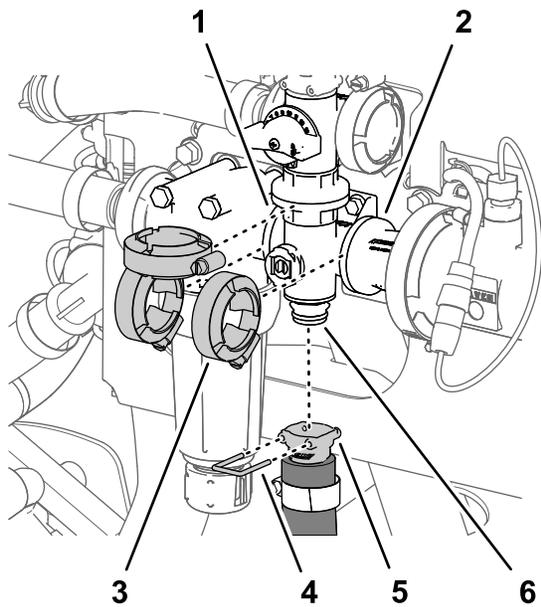

图 123
1. 拆下将搅拌软管快速连接耦合器固定至搅拌阀歧管上的快速连接销 图 123。
- 取下将搅拌阀歧管固定至压力式滤清器头和耦合适配器的法兰上的 3 个法兰夹具图 123。